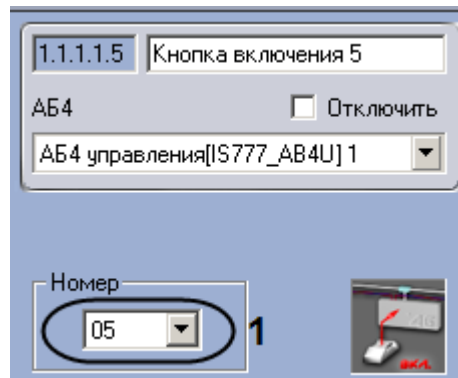

Рис. 3.8—4. Настройка кнопки включения
2. Из раскрывающегося списка **Номер** выбрать аппаратный адрес кнопки (см. Рис. 3.8—4, 1).